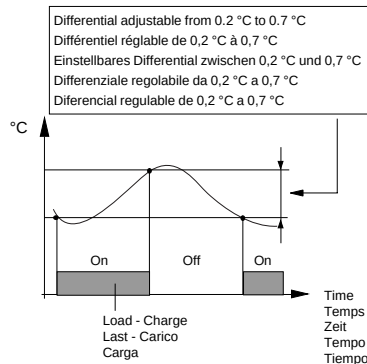

Fig. 28
**Changing the differential** (fig. 28):
**Modification du différentiel** (fig. 28):
**Änderung des Differentialwerts** (Abb. 28):
**Modifica del differenziale** (fig. 28):
**Modificación del diferencial** (fig. 28):